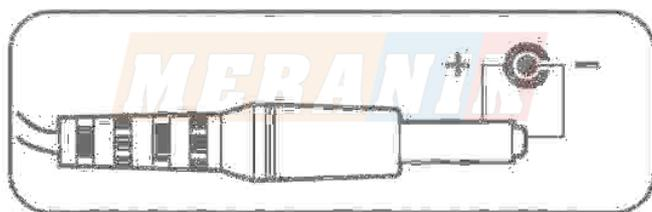

Рисунок 3.4 - Разъем адаптера питания
- Подключите разъем адаптера питания к разъему весов (см. рисунок 3.4).